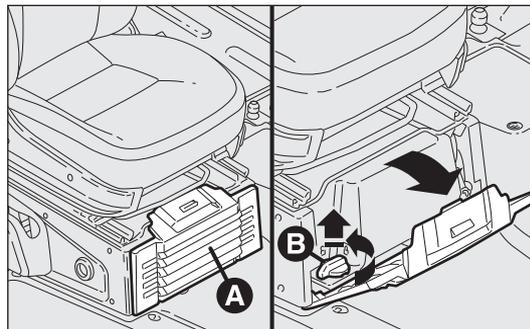

Abb. 92
- Die Klappe A öffnen und wie in Abb. 92 abgebildet entfernen;